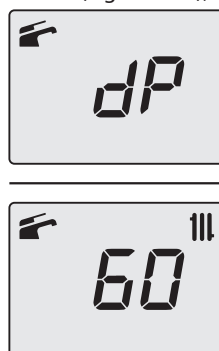

Figura 9.26
- Premendo ulteriormente il tasto 15 (Figura 9.20) è possibile variare nuovamente la potenza in modalità spazzacamino: con visualizzazione sul display LCD delle lettere **dP** che si alternano con il valore di temperatura dell'acqua di riscaldamento (es. **60**), siamo "funzione spazzacamino" alla potenza massima in sanitario" (Figura 9.26);